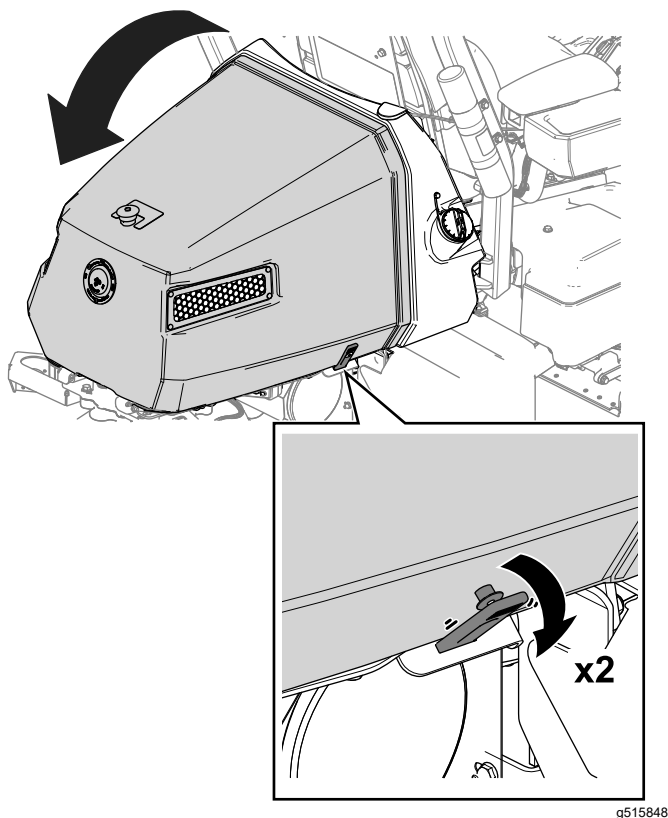

図 42
1. フードの両側でストラップを外す 図 42。
2. フードを上げる 図 42。